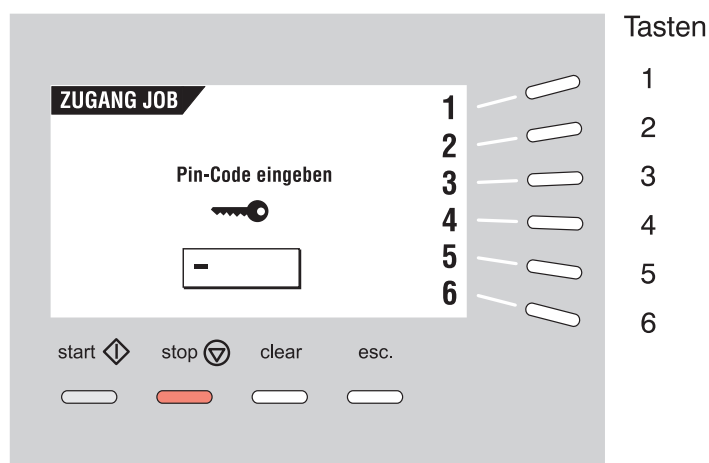

Abb. 34
Bei Betätigung der Taste 4 im HAUPTMENUE (2) (Abb. 10) erscheint im Display der Bildschirm ZUGANG JOB, und Sie werden zur Eingabe des Pin-Codes aufgefordert (Abb. 34).